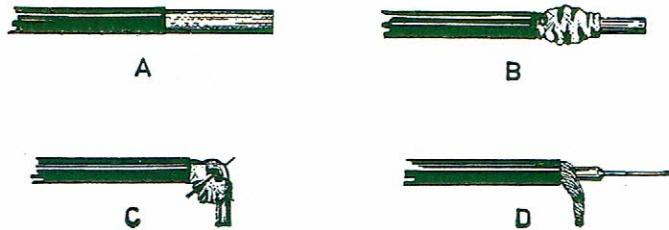

fig. 7
1. Knip de buitenste plastiekous op 2 cm van het kabeluiteinde af (fig. 7 A)
2. Duw de metalen vlechting (afscherming die omheen de centrale geleider zit) achteruit (fig. 7 B)
3. Open de mazen van de vlechting en plooit deze op 90° zodat de centrale geleider volledig vrij komt (fig. 7 C)
4. Steek een metalen punt onder de isolatie van de centrale geleider en maak deze uit de afscherming vrij door de mazen van deze laatste te openen (fig. 7 C)
5. Maak de centrale geleider bloot over een lengte van ongeveer een halve cm. Verleng het holle gedeelte van de afscherming vrij en vertint er het uiteinde van gebruik makend van een tang dienst doende als thermische shunt tussen de soldeerbout en de afgeschermde kabel (fig. 7 D).